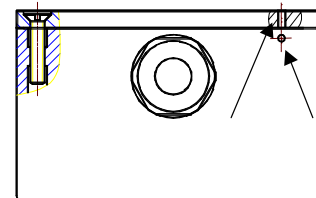

Рис. 10. Место пломбировки.
11.6. В базовой части корпуса ИБ и крышке имеются отверстия для пломбировочной проволоки, показанные на рис. 10. Вторая пара отверстий находится на противоположной стороне корпуса.